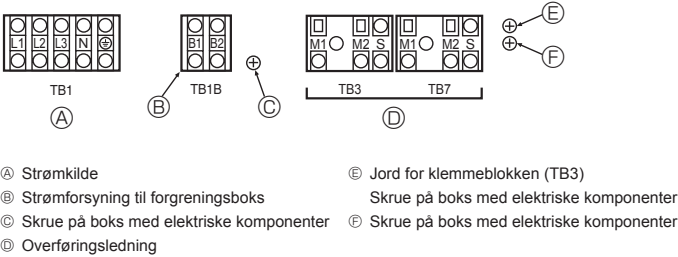

Fig. 6-1
6.2. Kontrollboks og tilkoblingsposisjon for ledninger (Fig. 6-1)